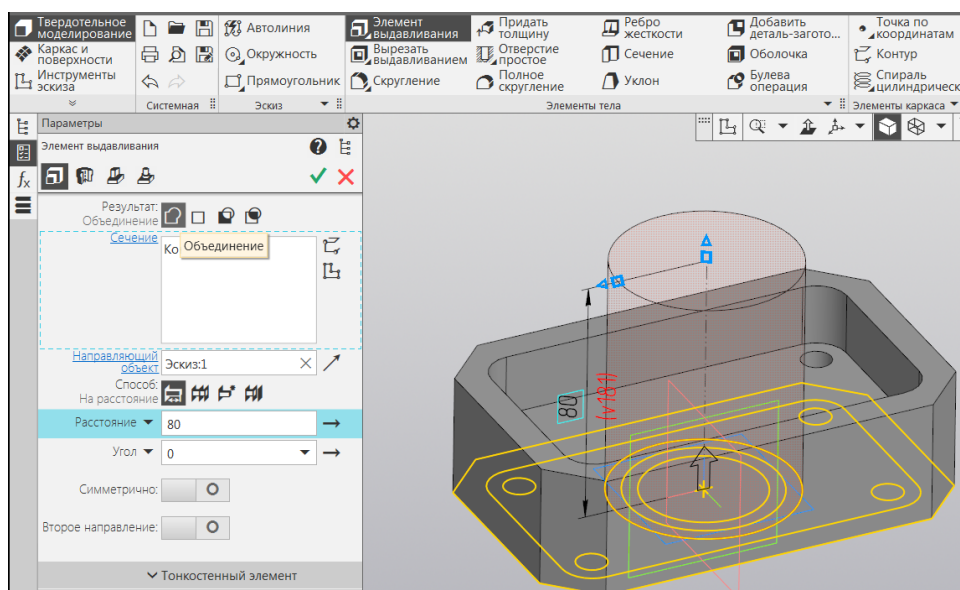

Рисунок 25 – Формирование цилиндра
16. Формируется центральный большой цилиндр с помощью опции Элемент выдавливания. Вытягивается тело на расстояние 80 мм. Обратите внимание на тип булевой операции – Объединение (для объединения тела цилиндра и основания) (рисунок 25).